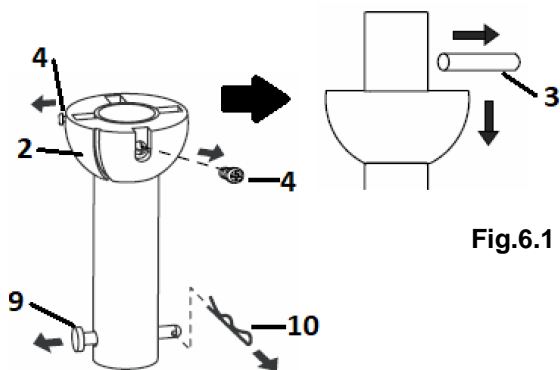

Fig.6.1
1. Retire la junta de bola (2) y el pasador cilíndrico (3) aflojando los tornillos de fijación (4) de la varilla descendente (6). Retire el pasador de enganche (9) quitando el clip de bloqueo (10). (Fig. 6.1). **NOTA: No deseche estas piezas, consérvelas; se requerirá volver a armarlas más tarde.**